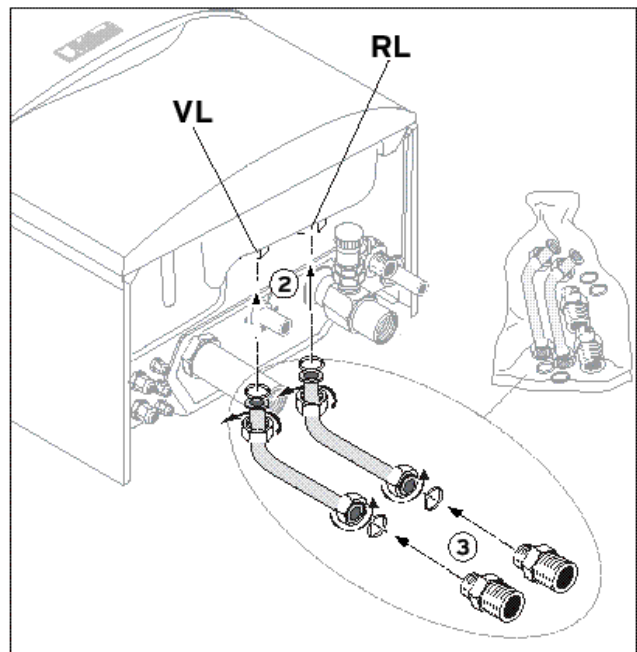

Fig. 3 Montate i tubi di raccordo boiler e le riduzioni
- Montate entrambi i tubi di raccordo boiler (mandata e ritorno) con le relative guarnizioni (fig. 3)
- Montate una riduzione con guarnizione (R 3/4 - R1) su mandata e ritorno (fig.3)
Il sacchetto in fig. 3 è contenuto nell'imballo della caldaia
- Fissate entrambi i tubi ondulati con il dado Rp 1" alla mandata boiler ed al ritorno boiler della caldaia (vedi fig. 3 pag 3)